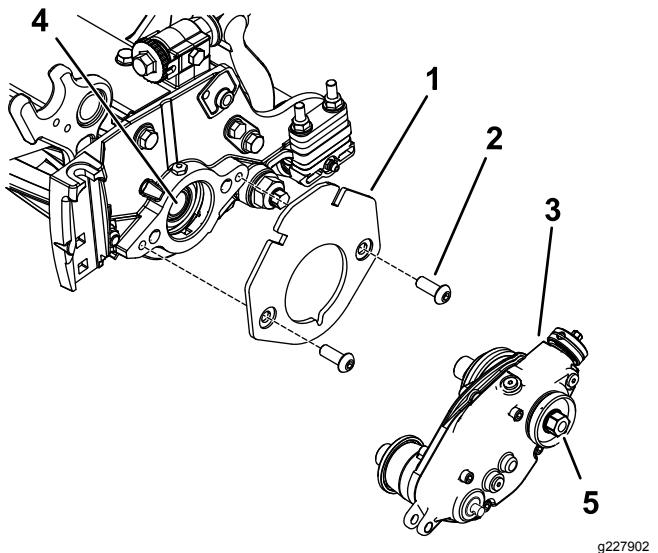

Figura 8
3. Fissate la staffa della zavorra al cilindro con 2 bulloni a testa tonda a esagono incassato ($\frac{3}{8}$ " x $\frac{3}{4}"), come illustrato nella Figura 8.$
4. Applicate un composto frenofiletti a media resistenza (ad esempio Loctite blu 243) sulle filettature della parte interna dell'albero del cilindro (Figura 8).
5. Montate la scatola della trasmissione del groomer all'albero del cilindro (Figura 8) utilizzando la testa esagonale sulla scatola della trasmissione del groomer.